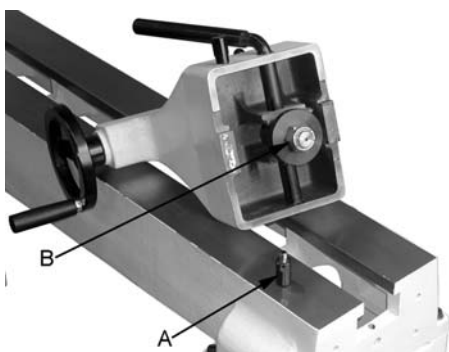

Рис. 20
- Поворачивайте маховик (R, рис. 20) по часовой стрелке, чтобы выдвинуть пиноль, и зажмите фиксирующую рукоятку (Q).